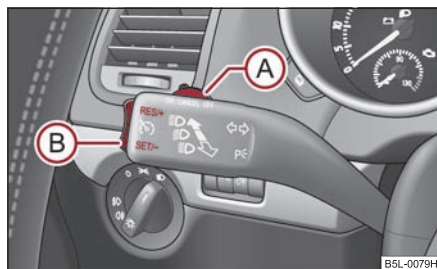

Fig. 154 Maneta: tasta basculantă și comutatorul sistemului de viteză de croazieră
- Apăsați comutatorul (A) ⇒ fig. 154 în poziția **ON**.
- După atingerea vitezei dorite apăsați tasta (B) în poziția **SET**.
- Viteza memorată poate fi **mărită** fără acționarea pedalei de accelerație, prin apăsarea tastei (B) ⇒ fig. 154 în poziția **RES**.
Viteza memorată poate fi **reluată** prin eliberarea pedalei de frână sau de ambreiaj și prin apăsarea scurtă a tastei **(B)** ⇒ pagina 131, fig. 154 în poziția **RES**.
- Apăsați comutatorul **(A)** ⇒ pagina 131, fig. 154 spre dreapta în poziția **OFF**. ■